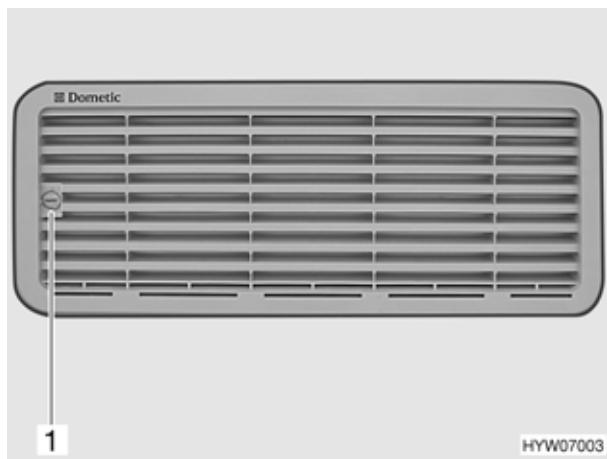

Fig. 128 Griglia di aerazione del frigorifero (variante 1)
- Con l'ausilio di una moneta ruotare la vite (Fig. 128,1) di un quarto di giro.